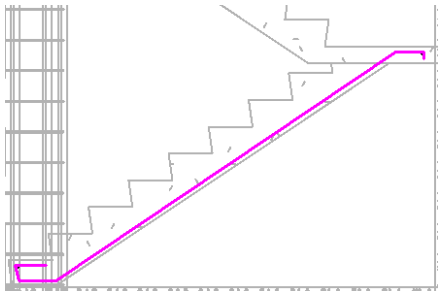

图 13-116 绘制钢筋草图
(5) 单击“放置方法”面板中的“绘制钢筋”按钮, 打开“修改| 在当前工作平面中绘制钢筋”选项卡, 选择楼梯为放置钢筋的主体。
(6) 单击“绘制”面板中的“线”按钮, 绘制如图 13-116 所示的钢筋草图。